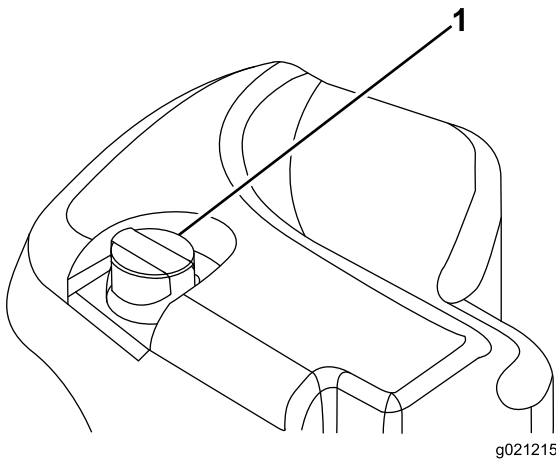

Bild 33
2. Reinigen Sie den Bereich um den Füllstutzen und den Deckel des Hydraulikölbehälters (Bild 33).